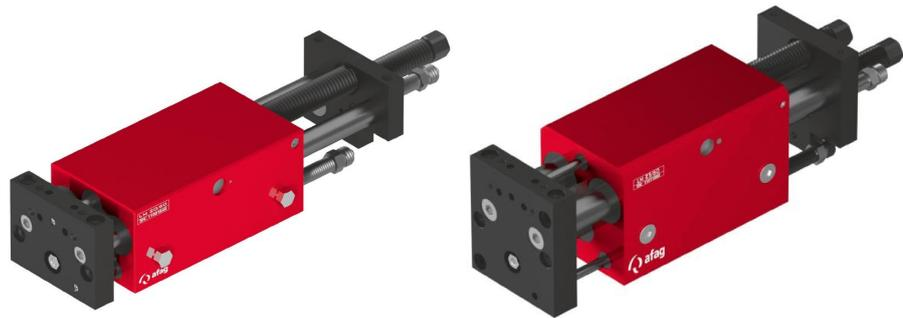

Abb. 21      *Wartung am Linearmodul LM 20 bzw. LM 25*
1. Kugelbüchse (14) mit Schmierstoff „Blasolupe 301“ schmieren.
2. Kugelbüchse von zwei Seiten in den Grundkörper (Abb. 21, 1) einpressen.
**Achtung:** Abstreifer der Kugelbüchsen (14) müssen immer aussen liegen!
3. Kolbenstange (8) vorsichtig in vormontierten Kolben (12) bündig einpressen.
4. Abstreifer (10), O-Ring (11) und Zylinderdeckel sind bereits vormontiert. Diese vormontierten Teile lagerichtig (Abstreifer zum Gewinde zeigend) auf die Kolbenstange (8) aufbringen.
5. Zylinderdeckel (9) und O-Ring schmieren (Schmierstoff: Blasolupe 301).
6. Vormontierte und geschmierte Kolbenstange (8) in die Kolbenbohrung am Grundkörper (1) einsetzen.
7. Montageplatte (2) mit Führungsstangen (3) in Kugelbüchsen im Grundkörper (1) einsetzen.
8. Anschlagträgerplatte (4) auf die Führungsstangen (3) einsetzen und mit Schrauben (5) festziehen (8,5 bis 9,9 Nm).
9. Kolbenstange (8) in Stirnplatte (2) einsetzen.
10. Unterlegscheibe (7a) auf Kolbenstange (8) einsetzen und mit Kolbenstangen Stopfmutter festziehen (2 Nm). Darauf achten, dass die Kolbenstange mit der Alubackenzange festgehalten wird.